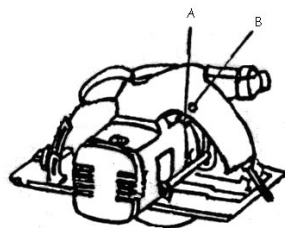

Fig. 6
- Compruebe las escobillas cada 100 horas de trabajo desatornillando según fig.6